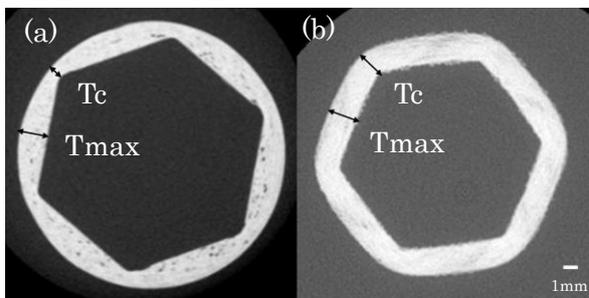

図3 パイプ断面のX線CT像
- ・図3、表1に示すように、異なる手法で作製した同一形状の部材に比べ、肉厚が均一である。